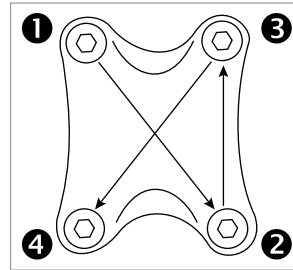
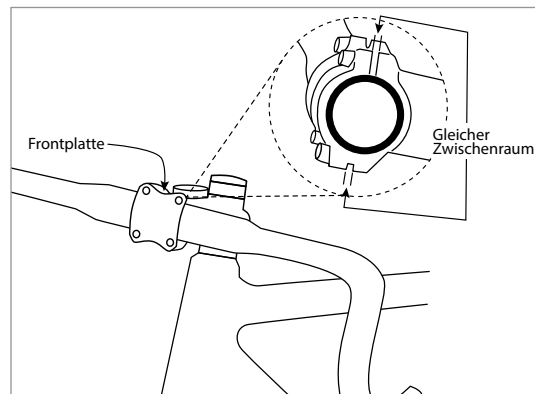

Abbildung 3
Abbildung 4
11. Die Befestigungsschrauben der Frontplatte nach dem in Abb. 3 gezeigtem Schema über Kreuz festziehen. Jede Schraube jeweils eine halbe Umdrehung anziehen, bis ein Anzugmoment von 5 bis 8 Nm erreicht ist. Die auf den Komponenten angegebenen Maximaldrehmomentangaben dürfen nicht überschritten werden. Überprüfen Sie dann die oberen und unteren Zwischenräume der vorderen Kappe und des hinteren Abschnitts der Lenkstangenklemme, um sicherzustellen, dass sie gleich sind (Abb. 4).